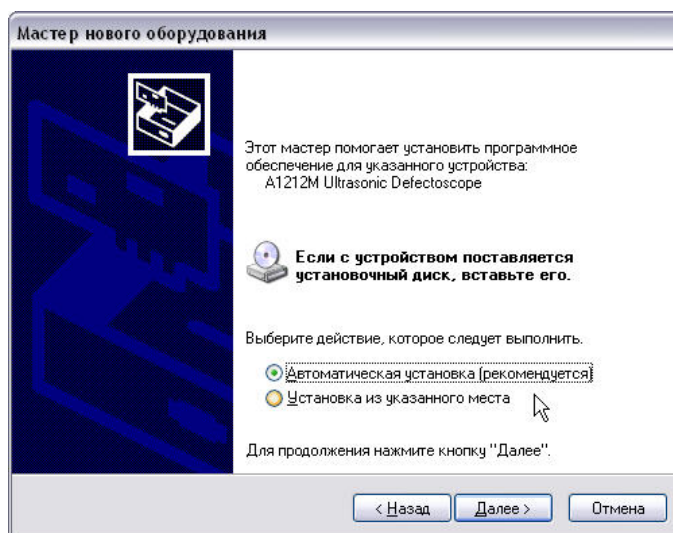

Рисунок 1
- Подключить прибор к USB-порту ПК. Операционная система (ОС) автоматически распознает подключение нового устройства и откроется окно установки нового оборудования (рисунок 1).